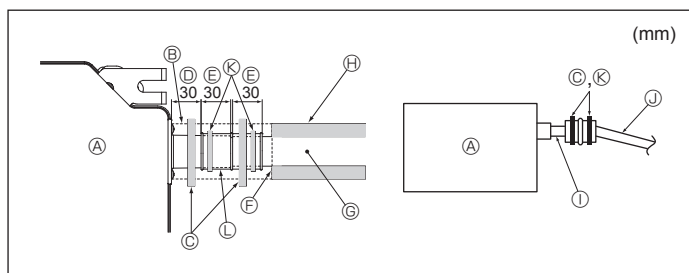

Fig. 6-2
- ① PVC BUIS met buitendiameter van  $\varnothing 38$  voor gegroepeerd leidingwerk. (met ten minste 9 mm isolatie erop)
1. Sluit de aftapbus (meegeleverd met de unit) aan op de afvoeropening. (Fig. 6-2) (Bevestig de bus met behulp van PVC-plakband en zet deze stevig vast met behulp van een band.)